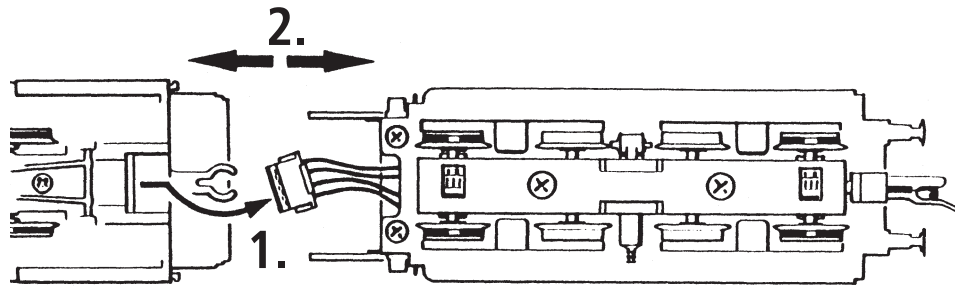

Fig. 6
1. Reinigung der Radstromkontakte: Radstromkontakte können auf unsauberen Schienen leicht verschmutzen. Entfernen Sie **vorsichtig** mit einem kleinen Pinsel **den Schmutz** an den in Fig. 6 gekennzeichneten Stellen.
1. Cleaning of wheel contacts: Wheel contacts easily get dirty on tracks which are not entirely clean. Use a small brush to **remove dirt** from spots marked in fig. 6.
Les lames de contacts risquent de s'encrasser rapidement sur des voies poussiéreuses. Veuillez **enlever la poussière** aux endroits marqués à la fig. 6 à l'aide d'un petit pinceau souple.
Démontez d'abord les flancs de bogies (fig. 6). Envelez les bandages d'adhérence à l'aide d'une aiguille ou d'un tourne-vis fin. Lors du montage des nouveaux bandages veuillez veiller à ce que les bandages **ne soient pas tor-dues** (fig. 7).